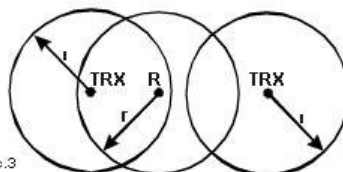

Рис.3
- Слабый радиосигнал не может быть уверенно обнаружен приемником на большой контролируемой площади, что требует использования одного или более репитеров для уверенного покрытия нужной площади. На рис. 3 показан пример использования репитера, когда карманные передатчики UMB100HT используются на большой площади.